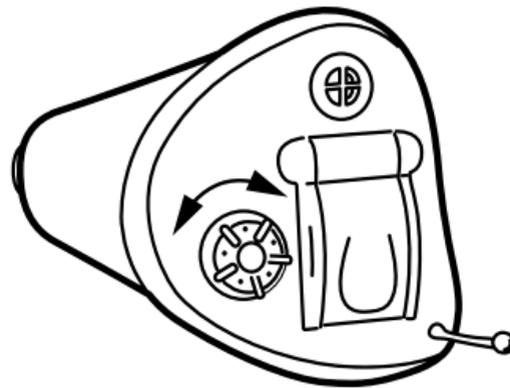

Рис. 2.5
1. После того как беруши правильно размещены в ухе (правая в правом, левая в левом), приложите большой палец к колёсику-регулятору громкости каждой беруши и поверните его вперед, в сторону микрофона (рис. 2.5).